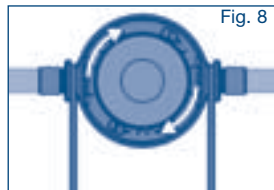

Fig. 8
- Existen cuatro posibilidades de ajuste del bypass. El ajuste de fábrica del bypass es "2". El bypass/mezcla se pueden ajustar girando la caperuza de la cabeza filtrante (consulte la Fig. 8). Gire la caperuza hacia la izquierda o hacia la derecha hasta que la marca señale el valor deseado y la caperuza encaje.